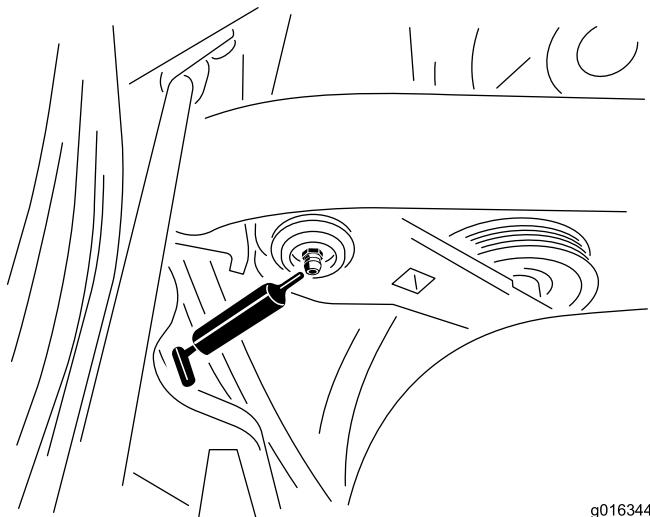

**Рисунок 39**
1. Во избежание попадания загрязнений в подшипник и втулку очистите протрите все масленки (Рисунок 39).